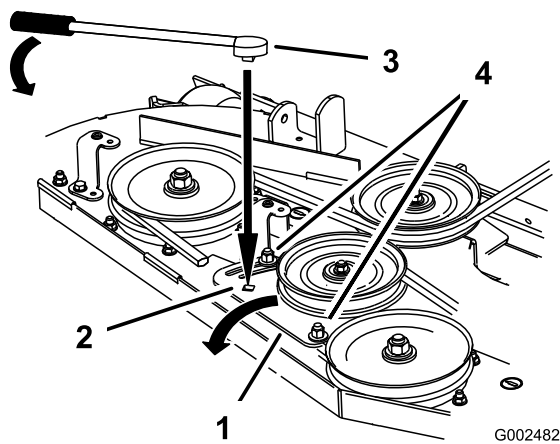

Figure 53
- Si un réglage est nécessaire, desserrez la plaque du bras de tension et effectuez le réglage (Figure 53).
- Insérez un manche à rochet ou une barre de levier dans le trou carré de la plaque pour régler la tension (Figure 53).
- Pour augmenter la tension de la courroie, tournez le manche à rochet ou la barre de levier pour déplacer la poulie fixe jusqu'à ce que vous sentiez une résistance et que la poulie de tension rappelée par ressort cesse de bouger (Figure 53).
- Tout en maintenant la courroie tendue, serrez les boulons de fixation de la plaque du bras de tension (Figure 53).
10. Réglez la tension de la courroie et la plaque de la poulie de tension, le cas échéant, et serrez fermement toutes les fixations (Figure 53).